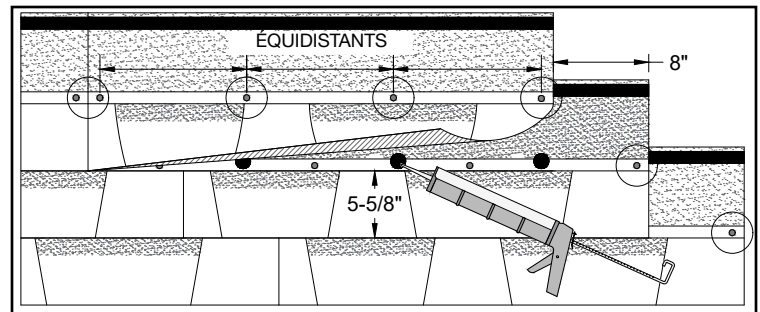

Figure 7 – Collage à la main de bardeaux lamellés
Pour coller à la main un bardeau, appliquer quatre (4) points de mastic pour toiture bituminée, de 1/4 de point, conforme à la norme ASTM D4586, uniformément espacés sous chaque bardeau et appuyer fermement le bardeau contre le mastic. Une trop grande quantité d'adhésif peut provoquer la formation de cloques. La quantité est correcte si le produit ne déborde pas par dessous le bardeau. (Voir la figure 7)